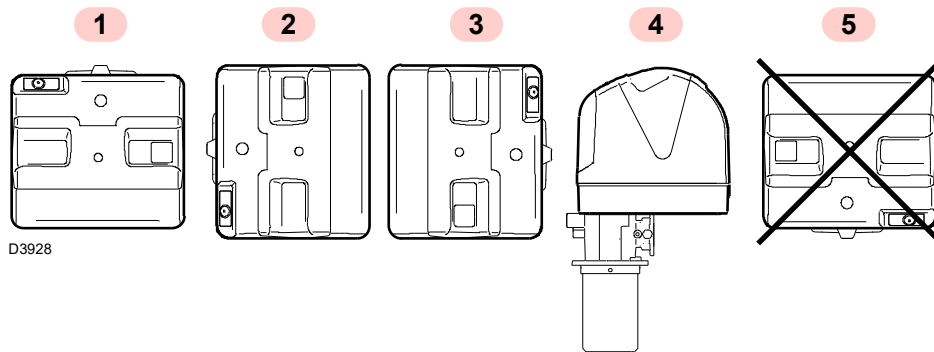

Fig. 12
- Il bruciatore è predisposto esclusivamente per il funzionamento nelle posizioni **1, 2, 3 e 4** (Fig. 12).